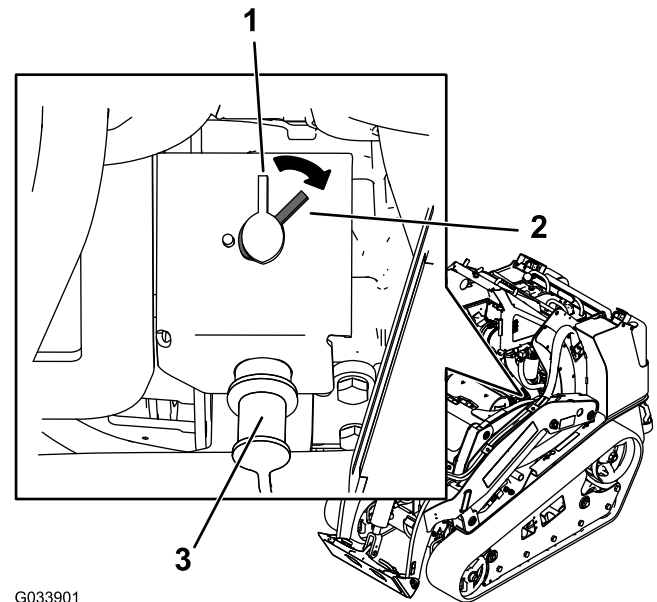

Figura 48
- Para que la máquina reciba energía eléctrica, gire el interruptor de desconexión de la batería en sentido horario a la posición de ENCENDIDO (Figura 48).
de la batería en sentido antihorario a la posición de APAGADO (Figura 48).